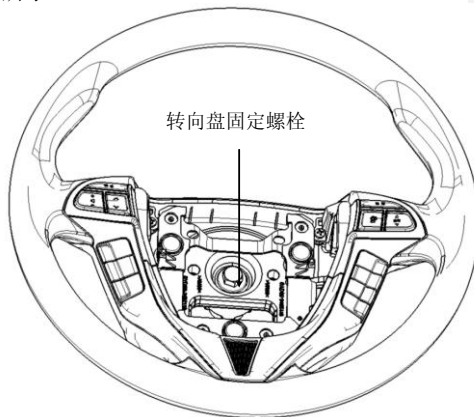

图 4-15
① 脱开线束接头。
② 使用 14#套筒拆下转向盘固定螺栓，如图 4-15 所示。